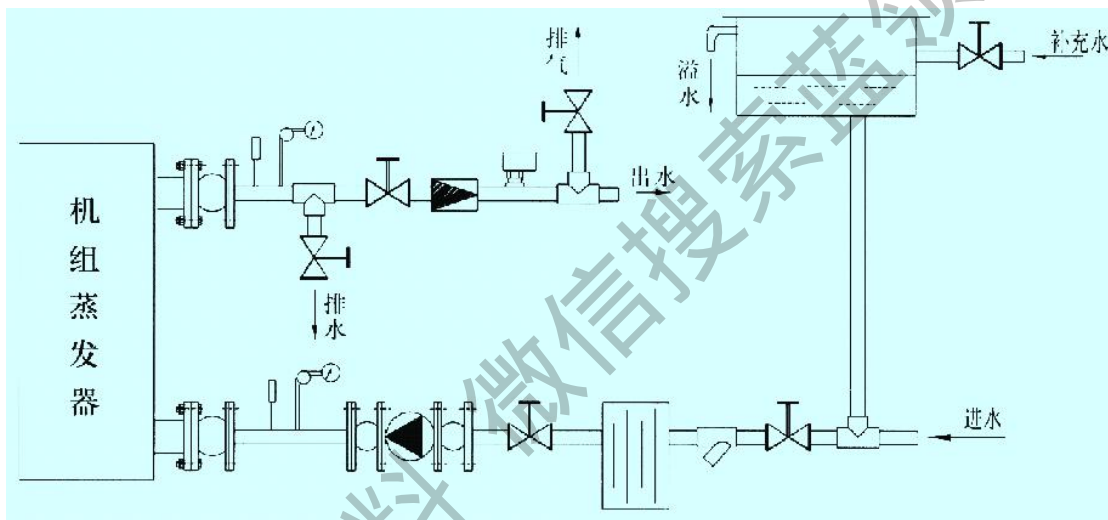

图 3 冷冻水管路图
1、冷冻水管路系统必须安装防震软接头、温度计、压力表、水过滤器、电子除垢仪、止逆阀、靶式流量控制器、排气阀、排水阀、截止阀、膨胀水箱等。参见图 3。